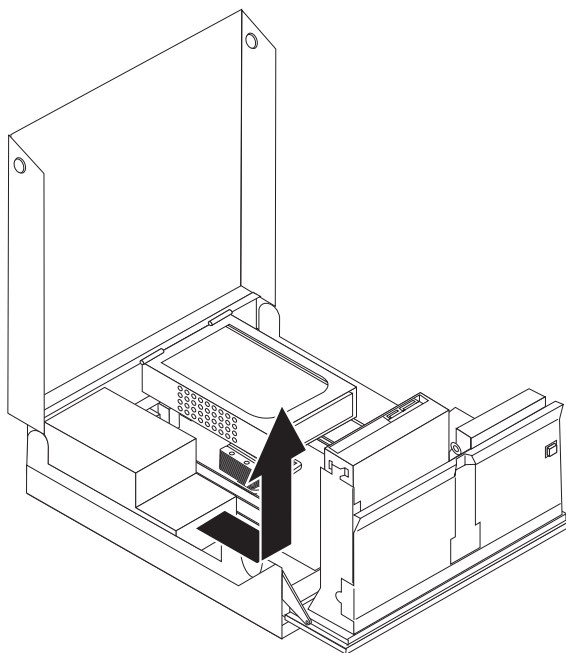

Figura 20. Extracción de la fuente de alimentación
8. Deslice el conjunto de la fuente de alimentación hacia fuera del chasis y extráigala del sistema. Consulte la Figura 20 en la página 26.